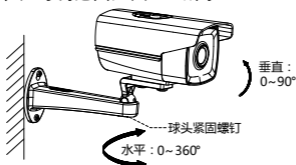

图3-3 角度调节
**步骤 4** 拧松壁装支架上的“球头紧固螺丝”，根据 DVR 预览画面调节摄像机到所需角度，再拧紧球头紧固螺丝，完成调节，可调范围如图 3-3 所示。